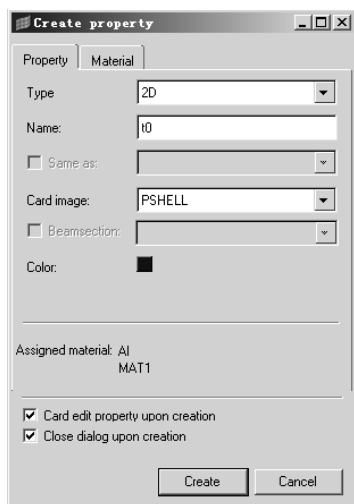

图 7-44 创建属性
(2) HyperMesh 向用户提供了针对中面结构自动提取原有几何模型厚度，并赋予各个单元属性的功能。为了实现该功能，首先需要创建名为 **t0** 的 **Property**，其单元类型为 **PSHELL**，如图 7-44 所示。